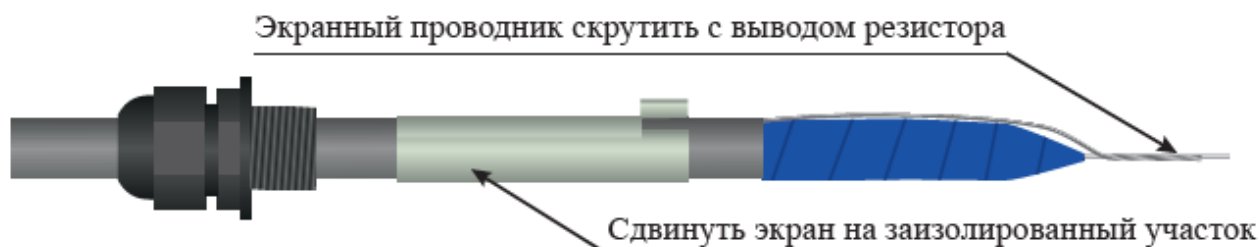

Рисунок 4.13
– экранный проводник кабеля ТППЭп направить вдоль гильзы и скрутить с выводом резистора (рисунок 4.13);
– сдвинуть экран устройства оконечного на место соединения кабеля ТППЭп и резистора (рисунок 4.13);